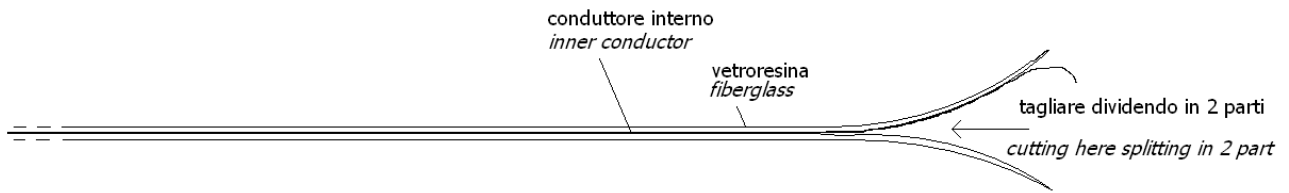

fig. 1
- 1. cut the fiberglass splitting it in two part for a lenght of at least 20-25 cm (8"-10") using maximum delicacy and a very sharp knife blade (i.e. a Stanley knife), in order to reach the inner conductor. The final piece will be now splitted in two parts (see fig. 1).*
1. tagliare per il lungo la vetroresina in due parti, per una lunghezza di almeno 20-25cm usando la massima delicatezza e un coltello molto tagliente (come p.es. le lame Stanley), finchè viene messo a nudo il conduttore interno. La parte finale sarà ora divisa in due parti (vedere fig. 1).